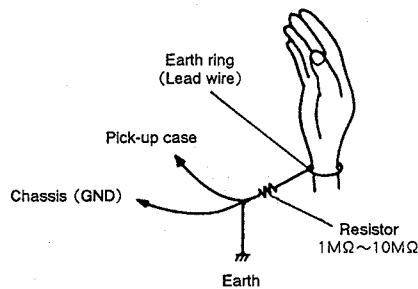

Fig. 3-2
- Before servicing the pickup assembly be sure to prevent electrostatic-inducer destruction by grounding not only test equipment in use but also yourself as shown in Fig. 3-2.
- ピックアップ ASSY を取り扱う場合は、測定器などに確実なアースを取ると共に、人体アースを行ない、静電破壊を十分防止してください。(Fig. 3-2)